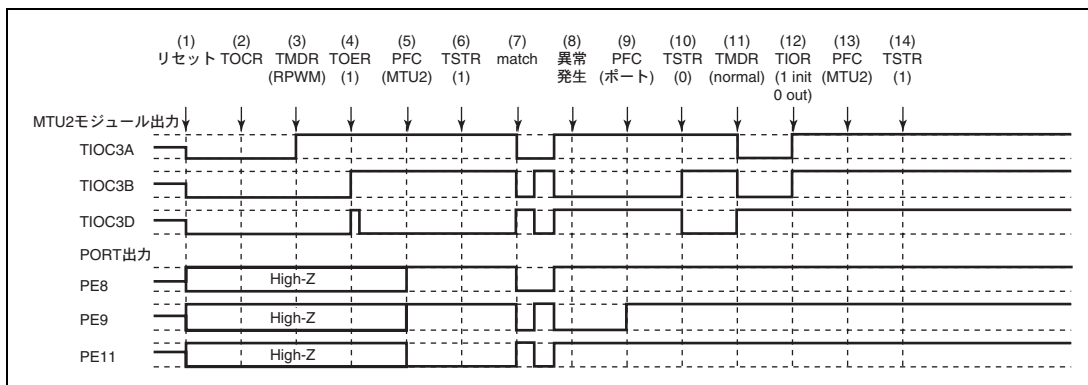

図 11.162 リセット同期 PWM モードで異常が発生し、ノーマルモードで復帰する場合
- (1) ~ (10) は図 11.162 と共通です。
- (11) PWM モード 1 を設定してください (MTU2 出力は正相側がローレベル、逆相側がハイレベルとなります)。
- (12) TIOR で端子を初期化してください (PWM モード 1 では TIOC*B 側は初期化されません)。
- (13) PFC で MTU2 出力としてください。
- (14) TSTR で再スタートします。
(28) リセット同期 PWM モードで動作中に異常が発生し、相補 PWM モードで再スタートする場合の動作
- (11) TOER でチャンネル 3、4 の出力を禁止してください。
- (12) TOCR で相補 PWM の出力レベルと周期出力の許可禁止を選択してください。
- (13) 相補 PWM を設定します (MTU2 の周期出力端子はローレベルになります)。
- (14) TOER でチャンネル 3、4 の出力を許可してください。
- (15) PFC で MTU2 出力としてください。
- (16) TSTR で再スタートします。
(29) リセット同期 PWM モードで動作中に異常が発生し、リセット同期 PWM モードで再スタートする場合の動作
- (11) PFC で MTU2 出力としてください。
- (12) TSTR で再スタートします。
- (13) コンペアマッチの発生によりリセット同期 PWM 波形を出力します。